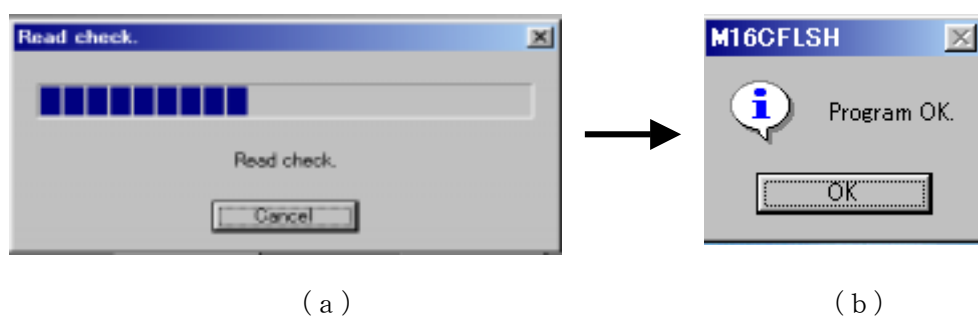

図38 「Read check」ウインドウ
- ① プログラムが正常に書き込まれると、図38 (a) に示されるウインドウが表示され、書き込みの確認を行います。正常に書き込まれていると図 (b) のウインドウが開き、書き込み確認が終了します。OK」ボタンを押して下さい。